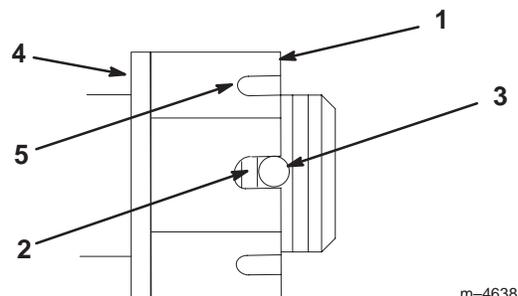

Bild 53
4. Ziehen Sie die Schlitzmutter mit 170 Nm an (Bild 53).
Hinweis: Es sollten maximal zwei Gewinde sichtbar sein (Bild 53).
6. Wenn mehr als zwei Gewinde zu sehen sind, entfernen Sie die Mutter und fügen Sie eine Scheibe zwischen Nabe und Mutter ein (Bild 53).
7. Ziehen Sie die Schlitzmutter mit 170 Nm an (Bild 53).
8. Ziehen Sie die Mutter an, bis die nächste Schlitzreihe auf einer Linie mit der Öffnung im Schaft liegt (Bild 53).